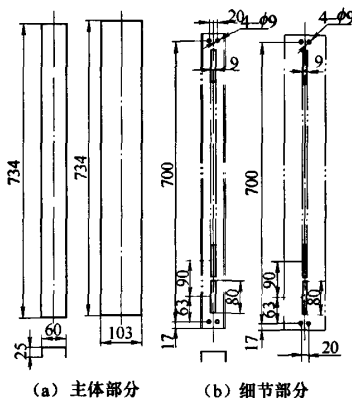

图 2
(1) 零件分析 通过对该零件的结构、尺寸及其衍生零件情况的分析,分解成两个部分(见图 2)。